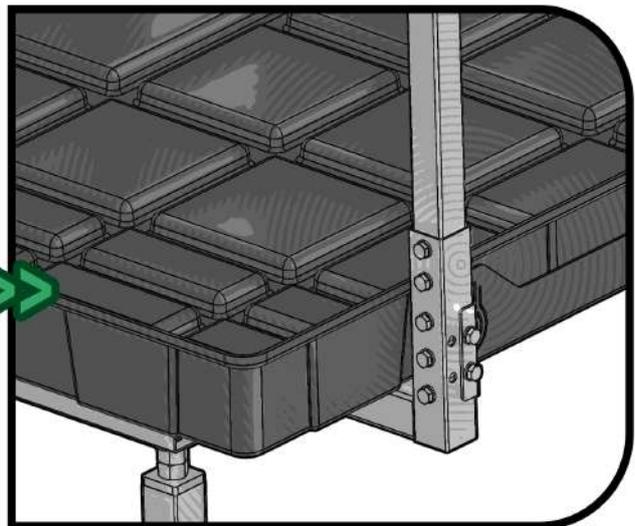

FIG. 49
- 11.2 Con due viti corte fissare il palo di supporto per le reti (fig. 47) nell'apposita sede ricavata nella traversa saldata (12) (fig. 49)